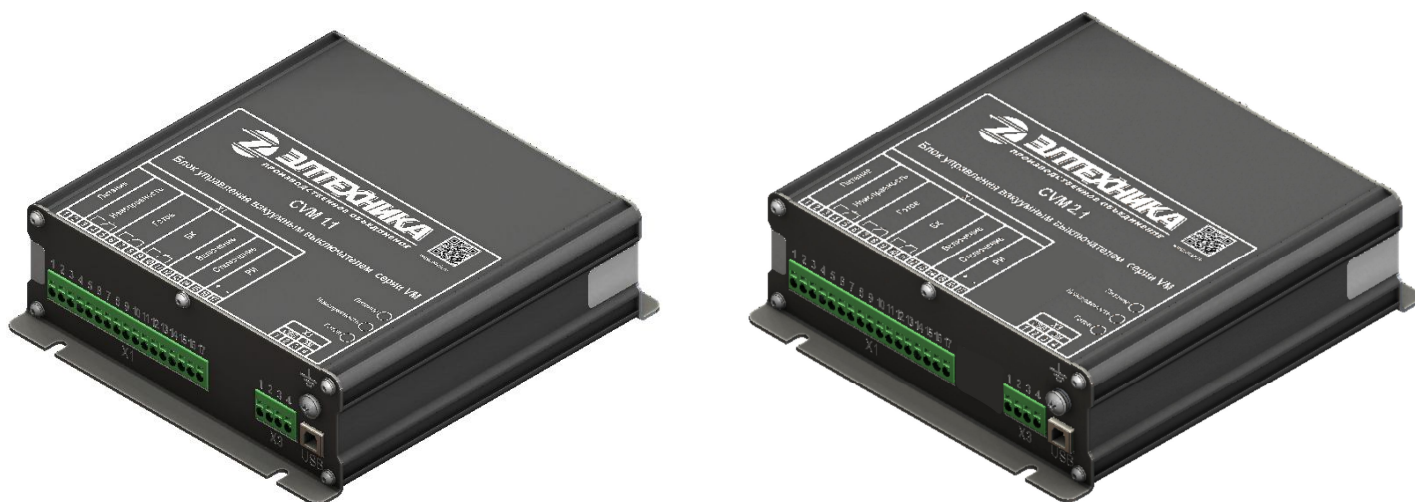

Рис.1 Блоки управления CVM 1.1, CVM 2.1
- CVM 1.1 / CVM 2.1 без функции питания от ТТ (рис.1).